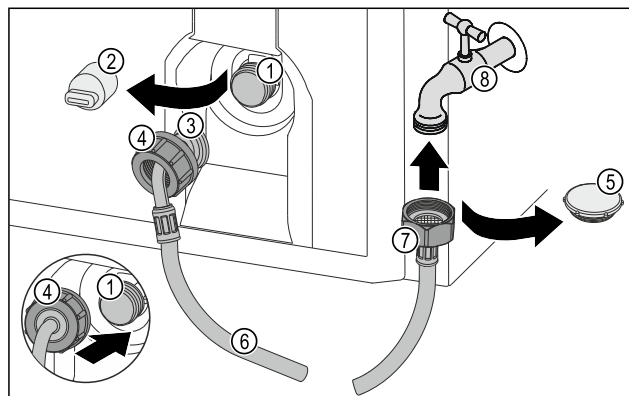

Fig. 16
- ▶ Távolítsa el a zárósapkát Fig. 16 (5).
- ▶ Helyezze fel az egyenes tömlővéget Fig. 16 (7) a vízcsapra Fig. 16 (8).
- ▶ Az óramutató járásában húzza meg az anyát az egyenes tömlővégen Fig. 16 (7).